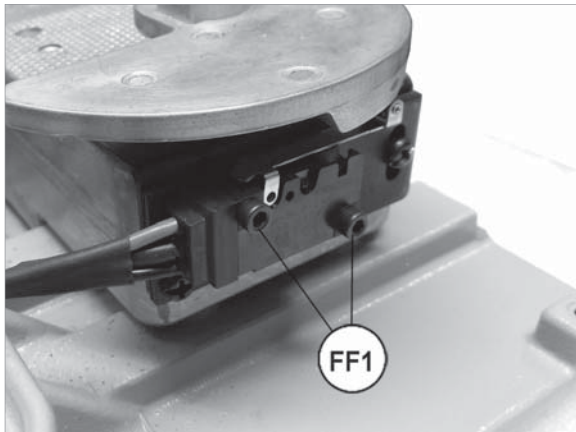

Fig. 50
- 2) Loosen 2 screws (FF1) (Fig. 50).